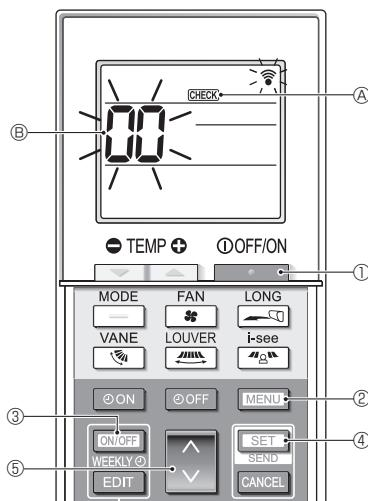

Fig. 7-6
7.3.2. Para controlo remoto sem fio (Fig. 7-6)